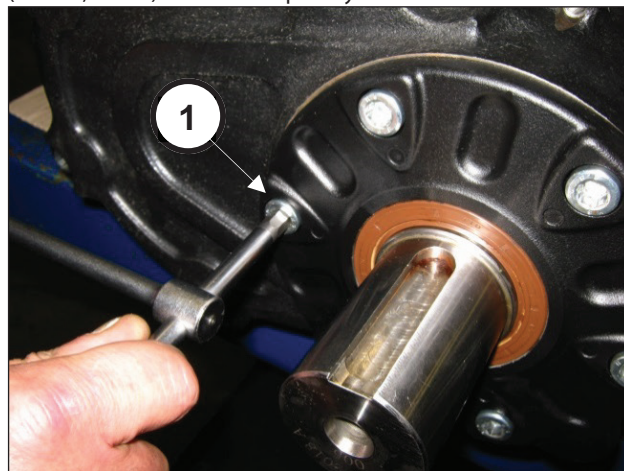

Рис. 3
Открутите винты крепления крышки приводной шестерни (поз. ①, Рис. 3) и снимите крышку с вала.